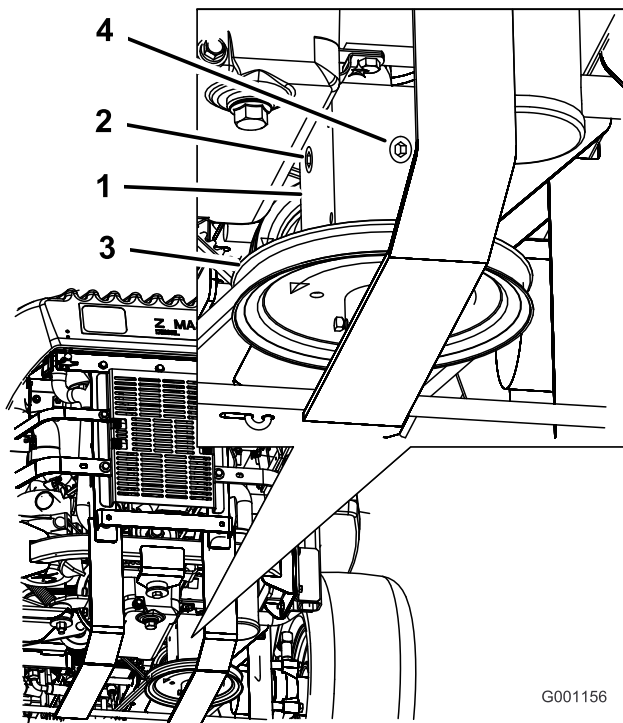

Bild 79
3. Nehmen Sie die Prüfschraube an der Seite oder hinten am Getriebe ab (Bild 79).